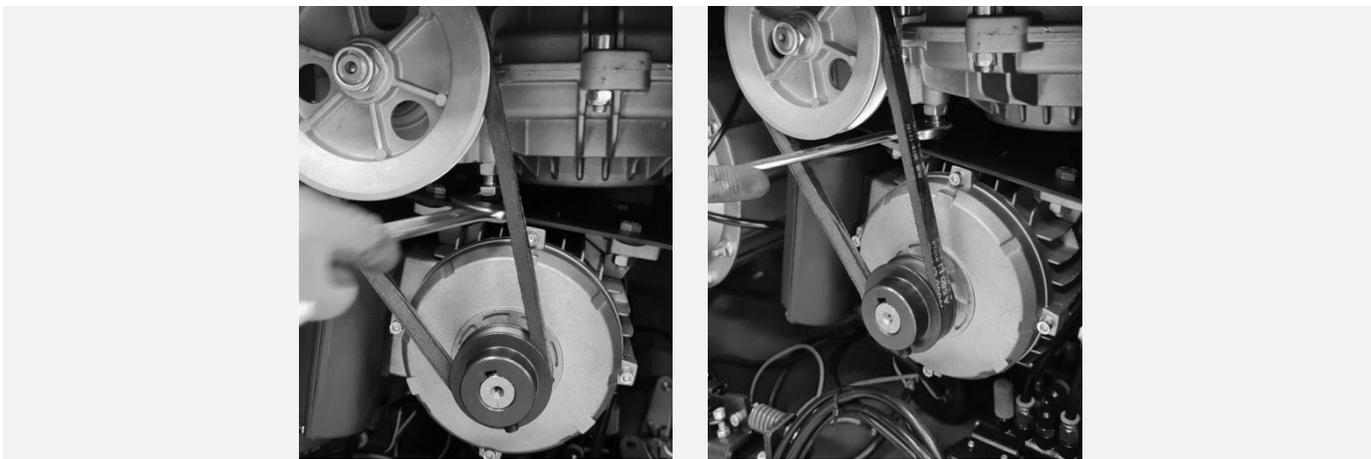

Рисунок 67
- Открутив контргайку, вращая специальный регулировочный болт отрегулировать натяжение приводного ремня (см. Рисунок 67).